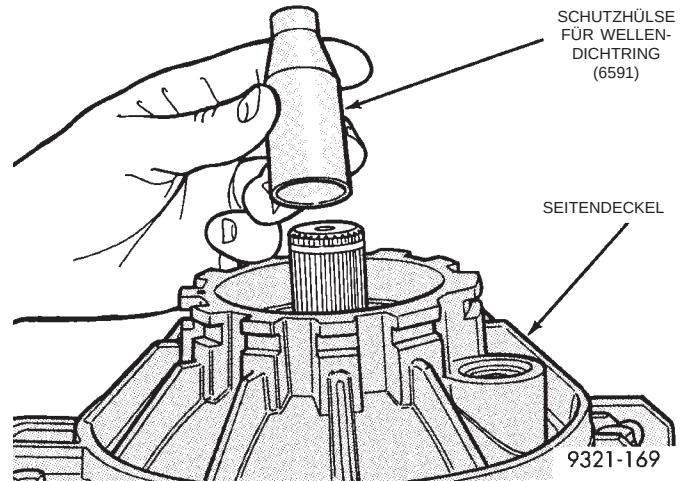

Abb. 339 Schutzhülse für Wellendichtring
(54) Schutzhülse (Spezialwerkzeug 6591) für Wellendichtring auf die Welle setzen (Abb. 339).